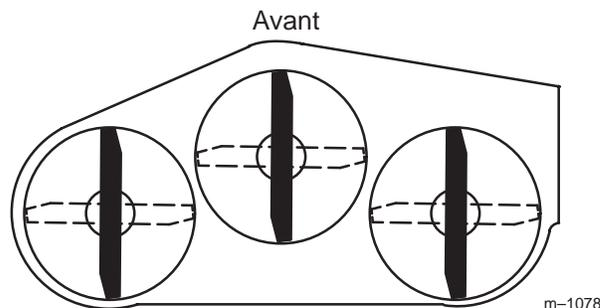
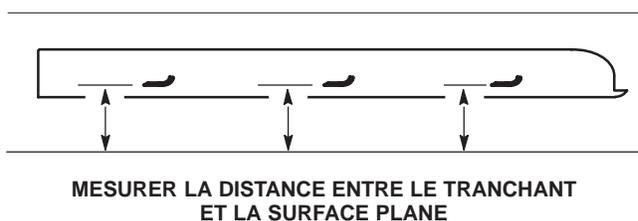

Figure 25
Figure 26
2. Tournez les lames pour qu'elles soient toutes dirigées dans le sens longitudinal (Fig. 25). Mesurez la distance entre la surface plane et le tranchant des lames (Fig. 26) et notez cette valeur.